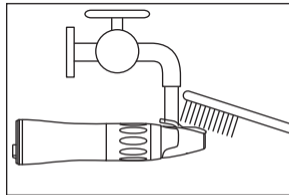

Abb. 11
1) Reinigen Sie die Ummantelung des Handstücks unter laufendem Wasser mit einer weichen (nicht metallischen) Bürste (Abb. 11).